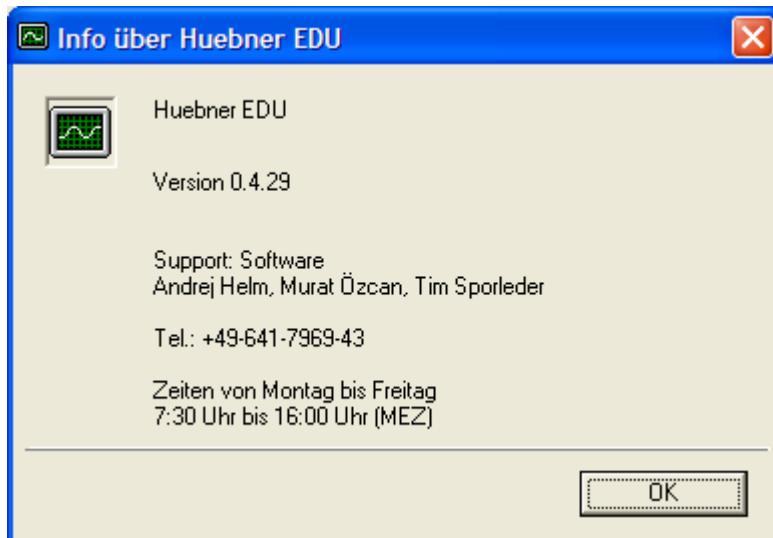

Abb. 19: „Info“ Fenster
2. – Menüaufruf „Info“. Weiter Abb. 19.